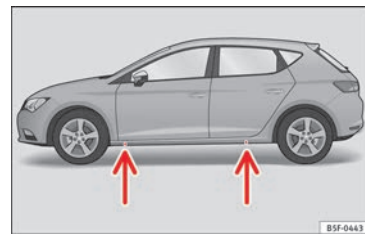

Fig. 52 Puntos de anclaje del gato
- ① Adaptador para el seguro del tornillo de rueda*
- ② Argolla de remolque
- ③ Llave de rueda*
- ④ Manivela del gato
- ⑤ Gato elevador*
- Coloque el gato en los puntos de apoyo previstos en el larguero » » fig. 52.